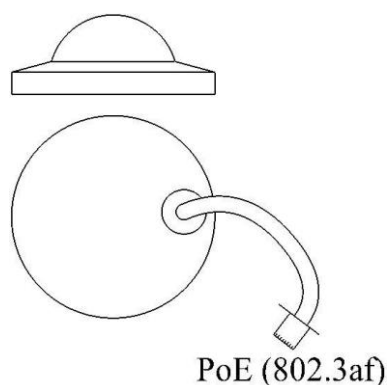

Рисунок 3 – Составные части IP-видеокамеры
- снять защитный купол корпуса IP-видеокамеры – рисунок 3;
— произвести подключение IP-видеокамеры в соответствии с паспортом изделия СТАЕ.426459.032-06ПС или формуляром СТАЕ.426459.032-06ФО (рисунок 3);